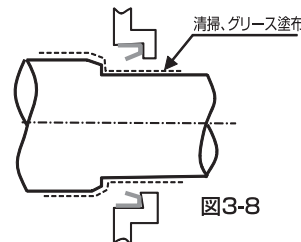

図3-8
①軸表面が清掃されていることを確認し、挿入時のリップ部の反転を防ぐ為、軸表面、及びテーパ(面取り)部に薄くグリースを塗布してください。(図3-8)
②シールの中心と軸中心をあわせて、慎重に挿入してください。